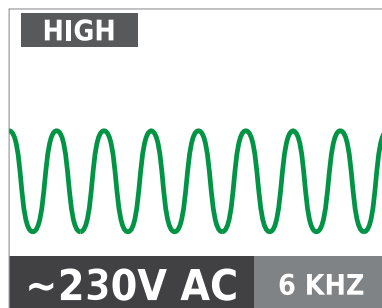

Figur 3.1a
2. Koble den røde ledningen til den strømførende kabelen (på lastsiden av systemet). Signalet vil KUN overføres mellom uttaket som senderen er tilkoblet og strømkilden (se figur 3.1a). (Se avsnitt 2.2 for nærmere forklaring.)